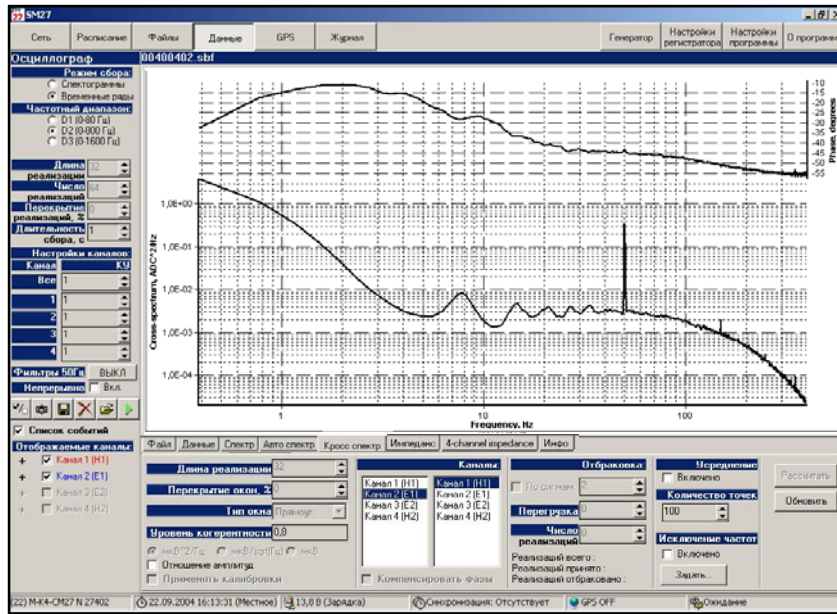

Рисунок 8.11
- Вкладка **Кросс спектр** (рисунок 8.11) выводит модули взаимных спектров по выбранным парам каналов, а также фазы по всему файлу данных.